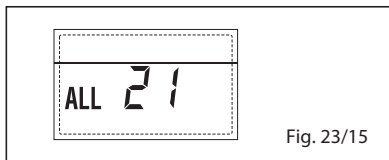

Fig. 23/15
- INTERVENÇÃO TERMÓSTATO DE SEGURANÇA SEGUNDA ZONA MISTURADA "ALL 22" (fig. 23/16)